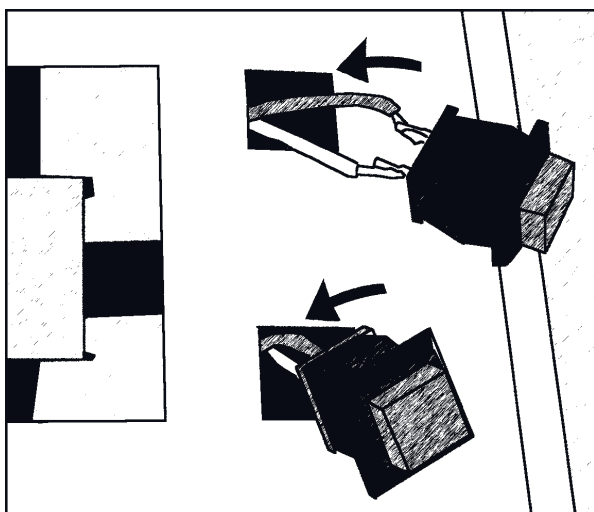

Рис. 7
4. Установка кнопок. С лицевой стороны в отверстия для кнопок продеваем сначала провода с разъемом, а потом кнопку прижимаем к картону и защелкиваем как на Рис.7